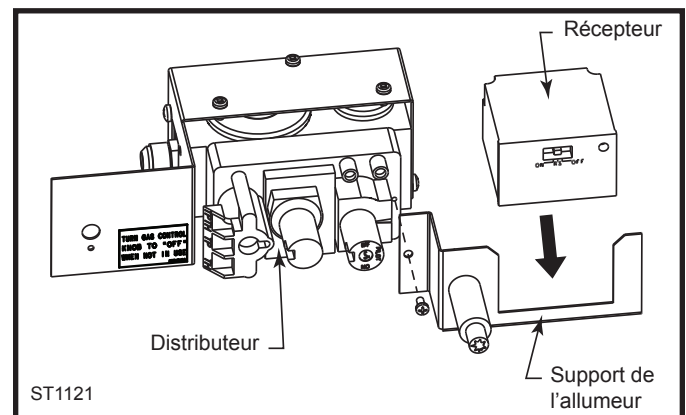

Fig. 52 Pose du récepteur.
1. Glissez le récepteur dans le support de l'allumeur, tel qu'illustré à la Figure 52.